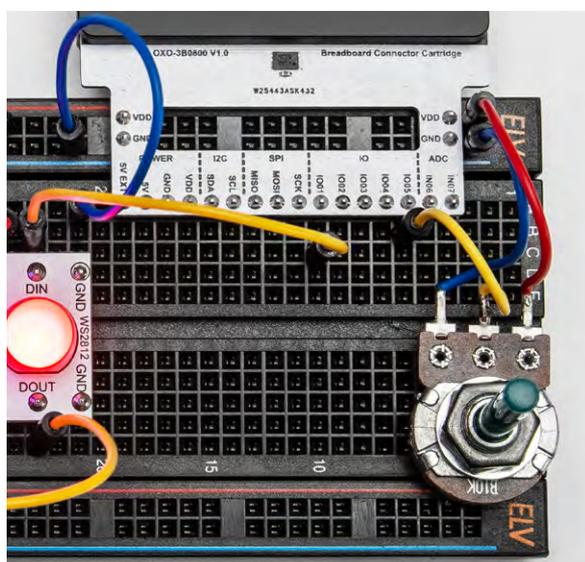
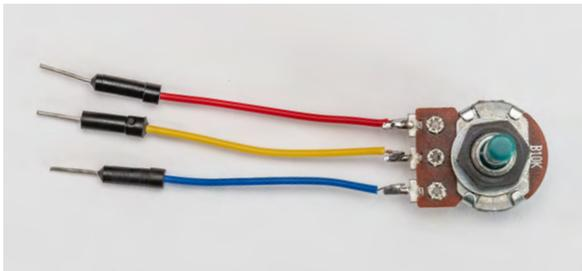

Bild 7: Die Oxocard Connect wird mittels der Oxocard Connector Cartridge mit dem Steckboard verbunden.
Bild 9: An das Potentiometer werden kurze Verbindungsleitungen angelötet.
**Wichtig!** Das ELV Logo und damit die Nummerierung „1“ muss sich auf der rechten Seite befinden, damit die Oxocard Connect polrichtig mit den Spannungsschienen kontaktiert wird (siehe Bild 7)
Die aufgezeigten elektrischen Verbindungen können entweder mit Steckbrücken oder Steckkabeln hergestellt werden. Die einfachste Handhabung erreicht man durch den Einsatz flexibler Steckbrücken. Die Versorgungsspannung für die LEDs liefert die Oxocard Connect bereits über den Anschluss VDD. Laut Spezifikation kann die WS2812 mit einer Spannung von 3,7 bis 5,3 V versorgt werden, es hat sich aber in unserem Testaufbau gezeigt, dass auch die Spannungsversorgung von 3,3 V der Oxocard selbst für den Betrieb ausreichend ist. Diese Spannung ist nur auf der oberen Spannungsschiene verfügbar (siehe Bild 7), sodass auch von hier aus die LEDs mit Spannung versorgt werden. Beim Anschluss ist auf die richtige Polung zu achten: VDD = rot markierte Spannungsschiene, GND = blau markierte Spannungsschiene.
Eines der folgenden Programmbeispiele verwendet unter anderem ein Potentiometer (Poti), mit dem die Helligkeit der LEDs verändert werden kann. Das Potentiometer liefert schaltungsseitig eine veränderbare Gleichspannung an den AD-Wandleranschluss IN07 der Oxocard. Für die Kontaktierung lötet man kurze Verbindungskabel an die drei Anschlüsse des Potentiometers wie in Bild 9 dargestellt. Hat man fertige Steckkabel zur Hand, können diese aufgetrennt werden, sodass ein Ende schon mit einem Stecker versehen ist. Alternativ können starre Schlitze verwendet werden, die ganz einfach ohne Stecker in das Steckboard eingeführt werden. Bild 7 zeigt, wie das Potentiometer (Poti) mit der Schaltung verbunden wird. Die beiden äußeren Anschlüsse des Potentiometers werden mit VDD und GND verbunden.